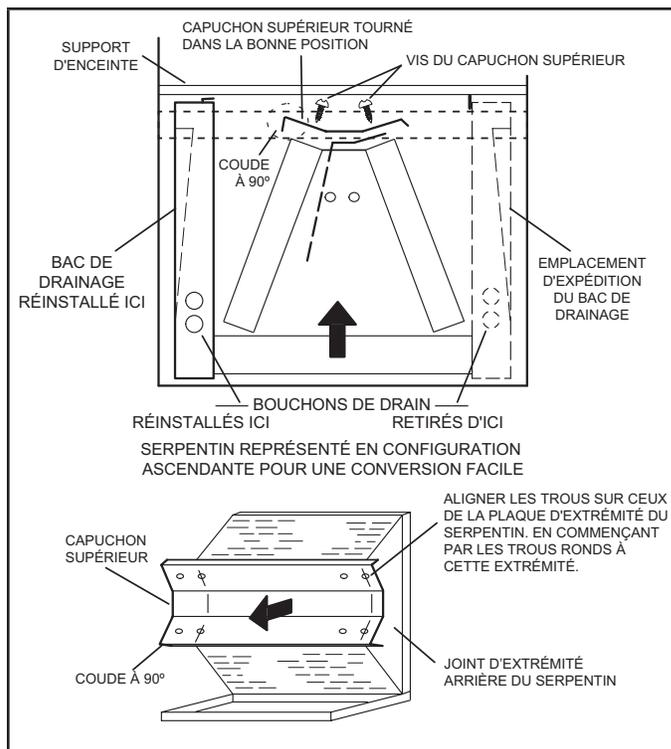

FIGURE 4. Modification sur place pour refolement du côté gauche
- 7 - Faites pivoter le couvercle supérieur de 180° pour inverser l'avant et l'arrière, et alignez-le sur des trous de vis inutilisés. Les trous doivent être alignés avec les plaques d'extrémité arrière et avant du serpentin. Le couvercle supérieur comporte un rebord plié à 45° d'un côté et à 90° de l'autre. **Le rebord plié à 90° doit être du côté du bac de drainage horizontal** comme illustré à la figure 4.